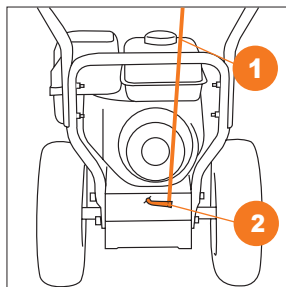

Рис. 7
- Подсоедините штангу рычага выбора передач **1** к кронштейну привода **2** расположенного в нижней части снегоуборщика и зашплинтуйте ее (Рис. 7).